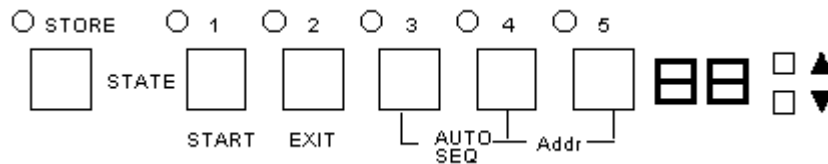

図2-3 フロントパネルのキー配置
2.8.2 全ケーブルの最大長は、「2m×接続される機器の数」以下で、最大20mまでです。本器のメインフレームのリアパネルにあるGPIBコネクタの固定ネジを手で固定し、しっかりと固定されていることを確認してください。固定ネジを外す時だけドライバーを使用してください。本器のGPIBアドレスはメインフレームのフロントパネルで設定します。図2-3を参照してください。